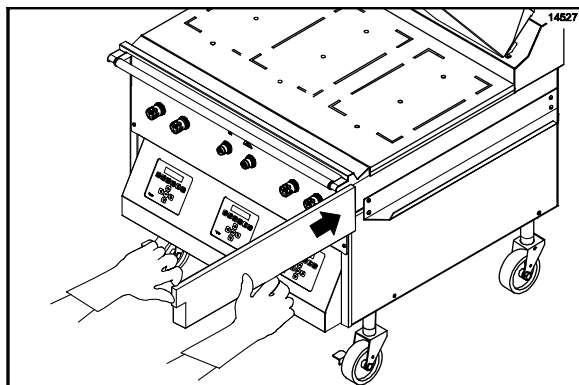

Рисунок 62
46. Установите жироловители назад, на свое место. (См. рис. 62)